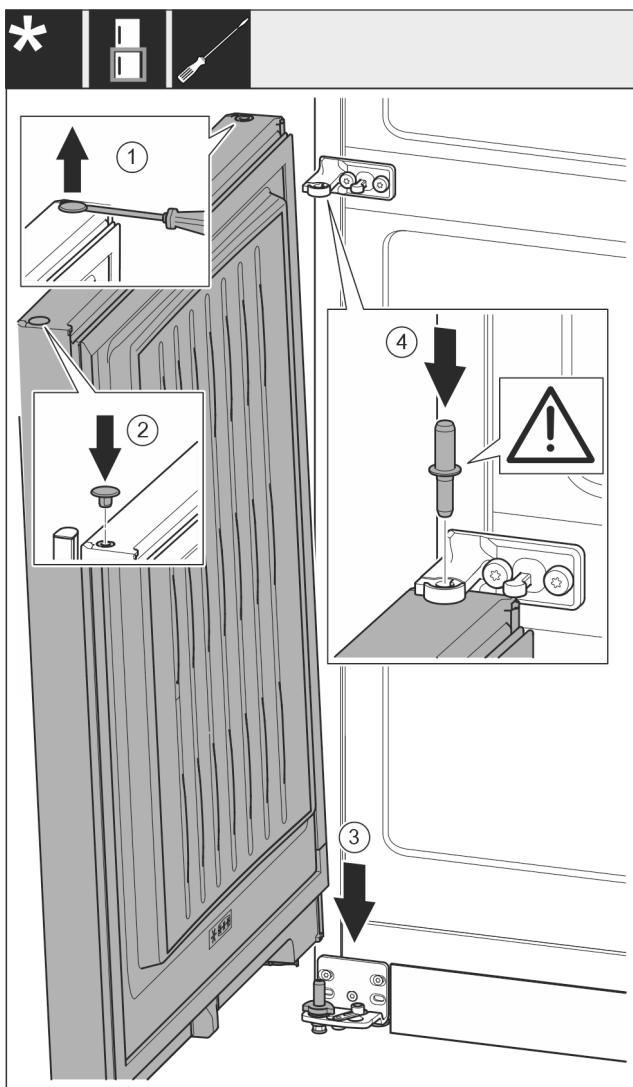

Fig. 29
- ▶ Plochým skrutkovačom opatrne nadvihnite a vyberte zátku. Fig. 29 (1)
- ▶ Zátku opäť nasadťte na druhú stranu dverí. Fig. 29 (2)
- ▶ Dvere nasadťte zhora na dolný ložiskový čap. Fig. 29 (3)
- ▶ Ložiskový čap v strede nasadťte cez ložiskovú konzolu v strede do dolných dverí. Dbajte pritom na to, aby zaistňovací doraz ukazoval smerom dozadu. Fig. 29 (4)